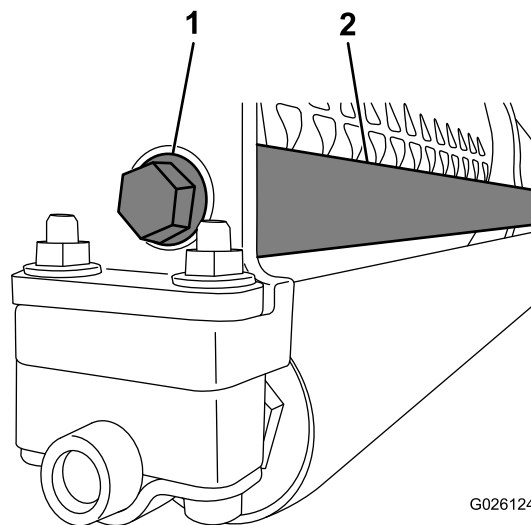

Figura 6
4. Prenda a extremidade roscada da haste dos pesos à estrutura utilizando um parafuso com cabeça flangeada (**Figura 6**).